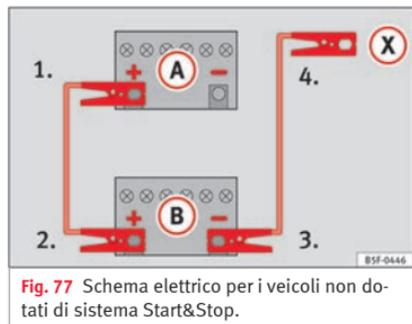

Fig. 77 Schema elettrico per i veicoli non dotati di sistema Start&Stop.
2. Collegare un'estremità del cavo di emergenza rosso al polo positivo (+) del veicolo con la batteria scarica (A) » **fig. 77**.
3. Collegare l'altra estremità del cavo di emergenza rosso al polo positivo (+) della batteria che fornisce la corrente (B).
4. *Nei veicoli senza sistema Start/Stop:* collegare un'estremità del cavo nero di emergenza al polo negativo (-) del veicolo che eroga la corrente (B) » **fig. 77**.
– *Nei veicoli con sistema Start/Stop:* collegare un'estremità del cavo nero di emergenza (X) a un terminale di massa idoneo, a un elemento metallico massiccio avvitato al